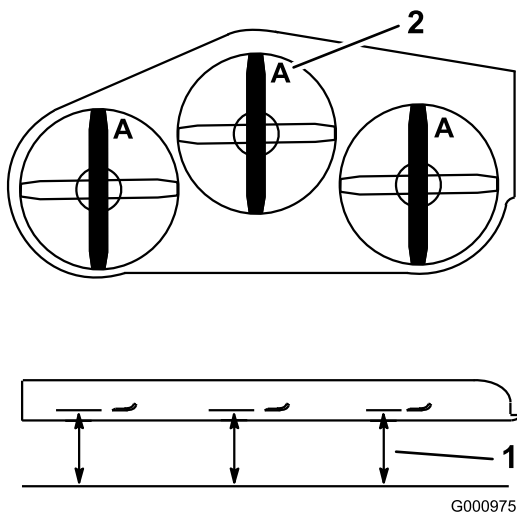

Bild 88
2. Messen Sie von einer ebenen Fläche bis zu den Schnittkante (Stellung A) der Messer (Bild 88).